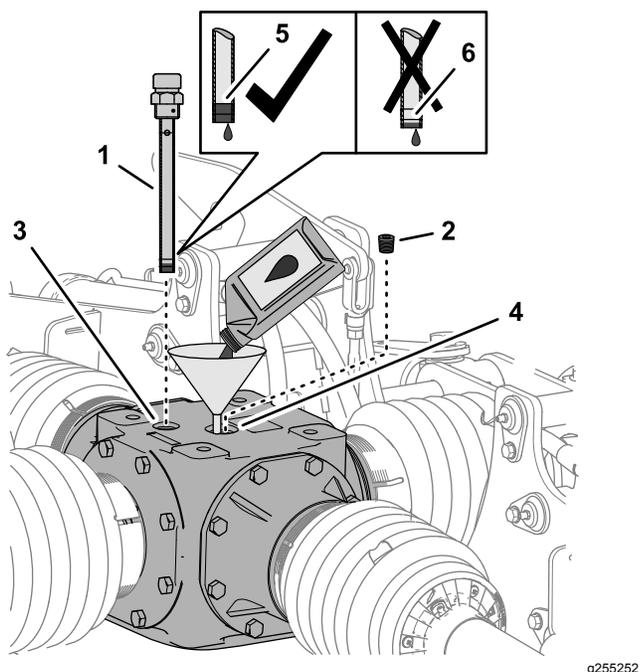

Рисунок 61
1. Извлеките масломерный щуп из отверстия в верхней части среднего редуктора и начисто протрите щуп (Рисунок 61).
2. Выверните пробку из заливного отверстия в верхней части редуктора (Рисунок 61).
3. Долейте 2484 мл трансмиссионного масла указанного типа в редуктор через заливное отверстие (Рисунок 61).
4. Заверните масломерный щуп в отверстие, выверните щуп и проверьте уровень масла по щупу (Рисунок 61).
6. Заверните масломерный щуп в заливное отверстие и затяните его (Рисунок 61).
7. Заверните пробку в заливное отверстие и затяните ее (Рисунок 61).